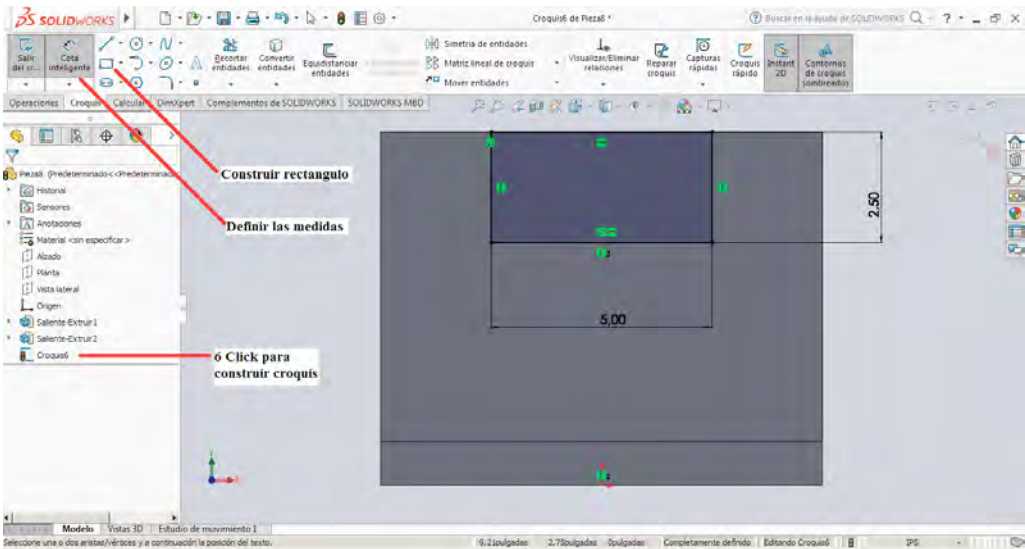

Figura 3-30
6. Posteriormente se realiza click sobre la cara frontal diseñada y se habilita para la construcción del croquis y posteriormente se procede a realizar sobre la cara el dibujo de un rectángulo teniendo en cuenta las medidas que se muestran en la figura 3-30.